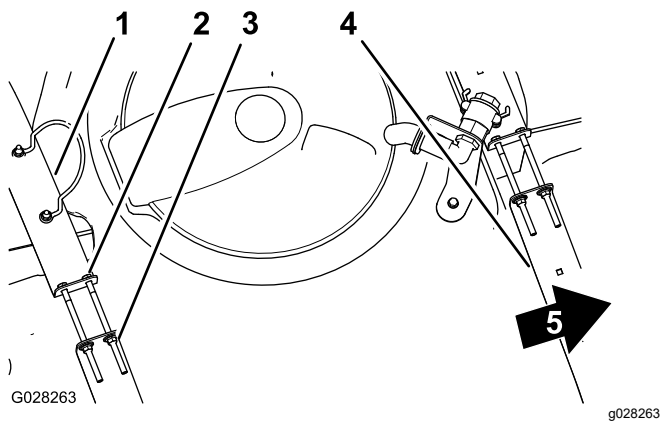

图 21
2. 检查药缸箍带与药缸之间是否有任何活动 图 21。
3. 如果药缸箍带与药缸之间有松动应拧紧箍带顶部的凸缘锁紧螺母和螺栓直到箍带与药缸表面齐平图 21。